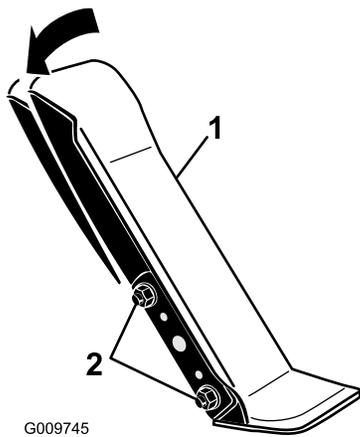

Рисунок 56
1. Ослабьте две гайки и болты крепления левой стороны педали тяги к кронштейну (Рисунок 56).
2. Поверните педаль под требуемым рабочим углом и затяните гайки (Рисунок 56).